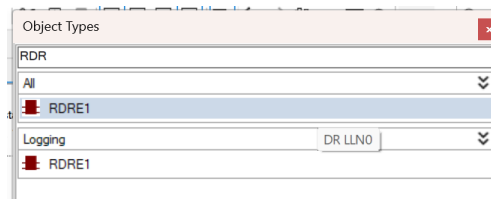

Imagen 294_ Selección del bloque RDRE1.
4.2.6 Y por último se añade el bloque “RDRE1” como se muestra en la **Imagen 294**, que registrará digitalmente las perturbaciones.